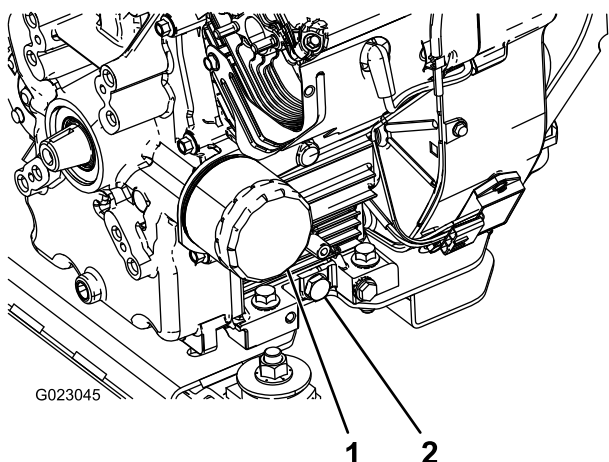

Figura 43
5. Retire o tampão de escoamento (Figura 43).
2. Retire o filtro do óleo (Figura 43).
5. Coloque o filtro de substituição no adaptador do filtro. Rode o filtro de óleo no sentido dos ponteiros do relógio até que a junta de borracha toque no adaptador do filtro e, em seguida, aperte o filtro mais 1/2 volta (Figura 43).